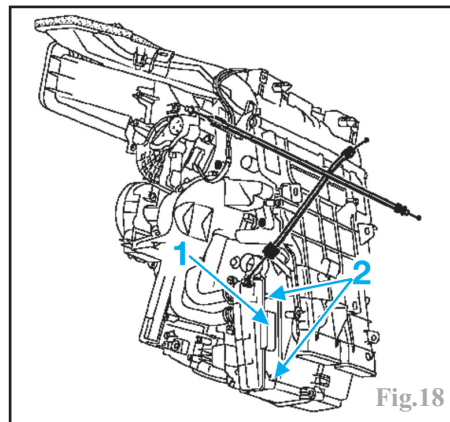

Fig.18
- débrancher le connecteur (1) des résistances (Fig.18).
- déposer les vis de fixation (2) et dégager les résistances.